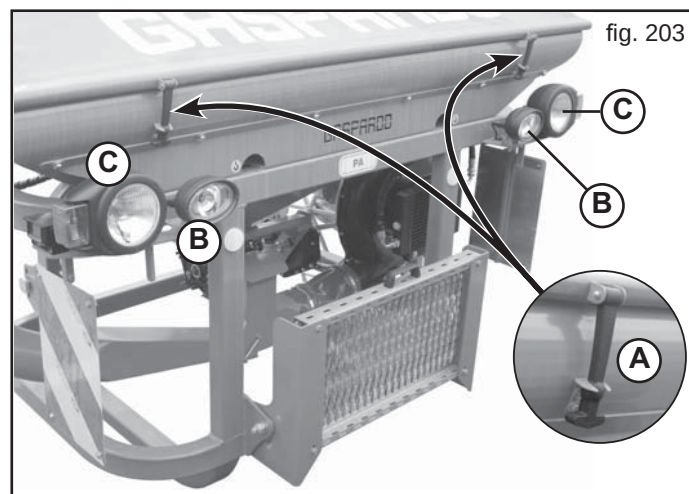

fig. 203
- 7) Effettuare gli spostamenti su strada con tutti i serbatoi vuoti, con una velocità massima di 25 km/h. Assicurare il coperchio con l'apposito tirante di aggancio (A, Fig. 203). Verificare periodicamente il grado di deterioramento del tirante ed all'occorrenza sostituirlo.
- 10) Qualora gli ingombri costituiti da attrezzature portate o semi- portate occultino la visibilità dei dispositivi di segnalazione e di illuminazione della trattrice, questi ultimi devono essere ripetuti adeguatamente sulle attrezzature, attenendosi alle normative del codice stradale in vigore nel relativo paese. Accertarsi, quando in uso, che l'impianto luci sia perfettamente funzionante. Gli spostamenti stradali devono avvenire con i fari B (Figura 203) spenti. Regolare l'orientamento dei proiettori anabbaglianti (C, Fig. 203) attenendosi alle normative del codice stradale in vigore nel relativo paese.